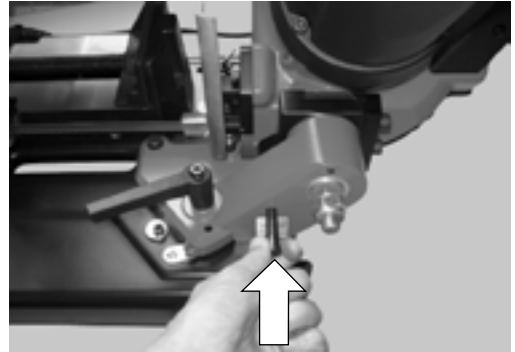
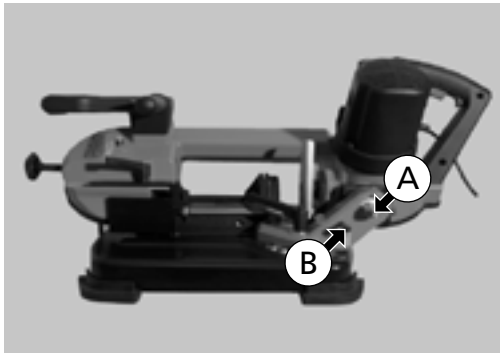

Abb. 30
Abb. 29
Elemente auf Abb. 29
Bei der Bandsäge in der angezeigten Ausgangsposition (Abb. 29) die vertikale Achse (A) (blockieren); dazu den Endanschlag (B) einführen, bis er bündig abschließt, wie durch den Pfeil in Abb. 30 dargestellt.